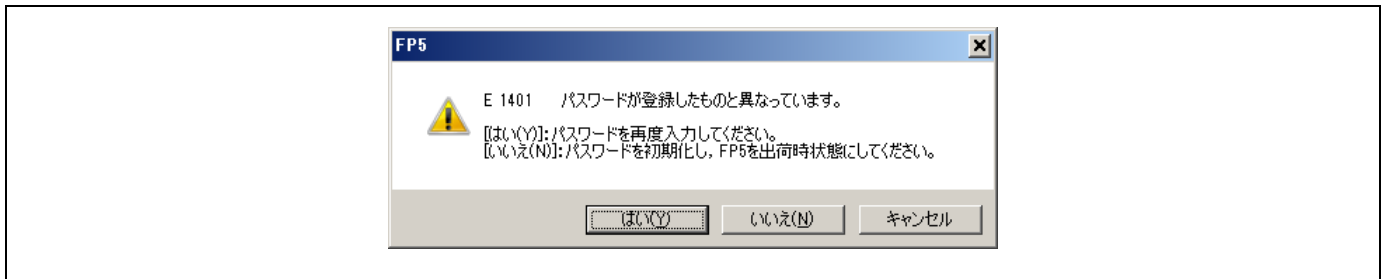
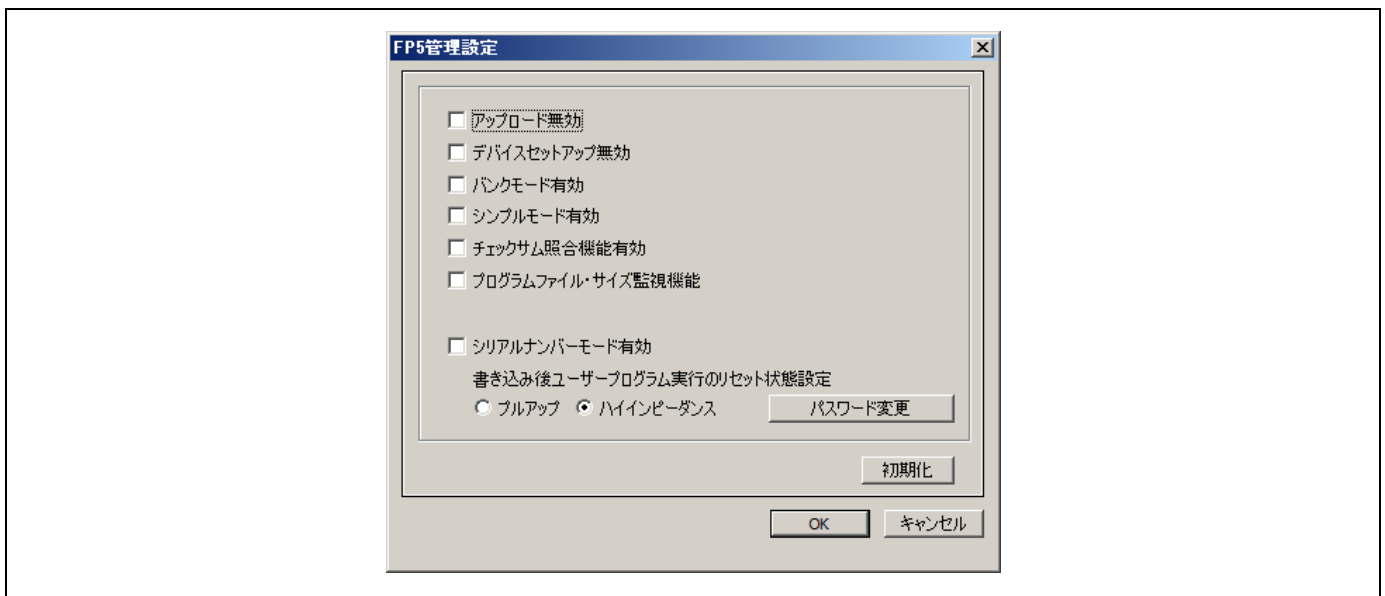

図 1.33 FP5 ダイアログ
図 1.34 FP5 管理設定ダイアログ
パスワードを[パスワード]ボックスに入力して **OK** を押してください。パスワードが一致すると図 1.34 のダイアログが開きます。パスワードが異なると、図 1.33 のダイアログが開きます。
- ・FP5 管理設定ダイアログの設定（図 1.34 参照）